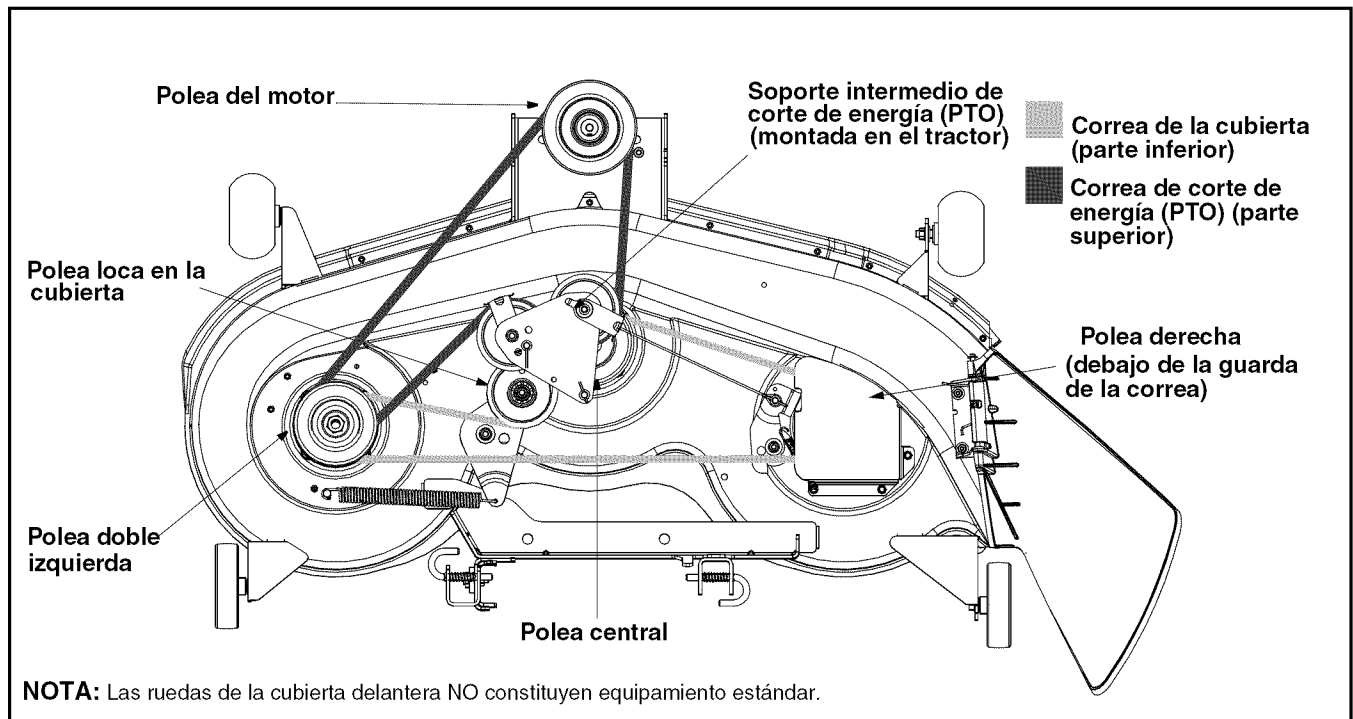

Figura 18
- Retire la correa de corte de energía (PTO) de alrededor de la polea del motor del tractor y de la(s) polea(s) loca(s). Consulte la sección **Cambio de la correa de la cubierta y de la correa de corte de energía (PTO)** y la Figura 18.
- Coloque la(s) nueva(s) correa(s) (**primero la correa de la cubierta**) tal como se muestra en la Figura 18.